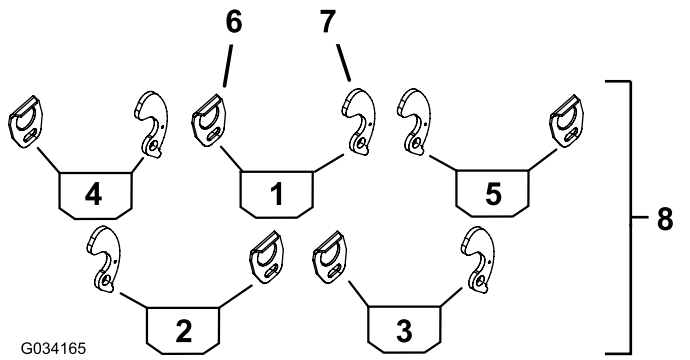
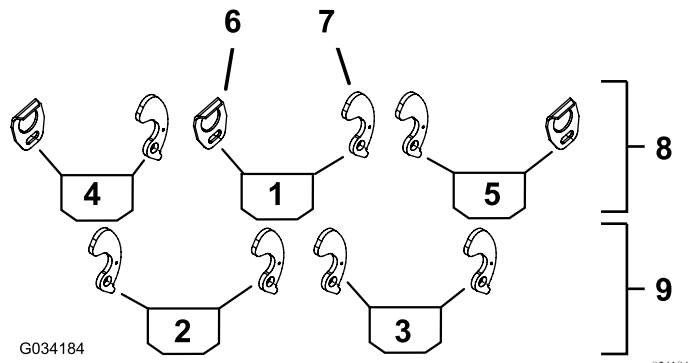

Figura 3
Figura 4
2. Utilize Figura 3 ou Figura 4 para determinar os locais em que os guias do cesto (vermelho) ou suportes do cesto (preto) têm de ser montados nas estruturas da carroçaria.
Nota: Figura 3 aplica-se a Reelmaster série 5210/5410/5510/5610. Figura 4 aplica-se a Reelmaster série 3550 e 5010-H.